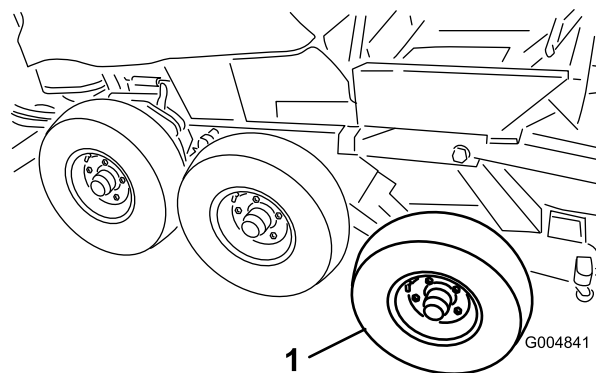

Figure 29
19. Déposez les pneus avant et central du châssis d'hiver (Figure 29).